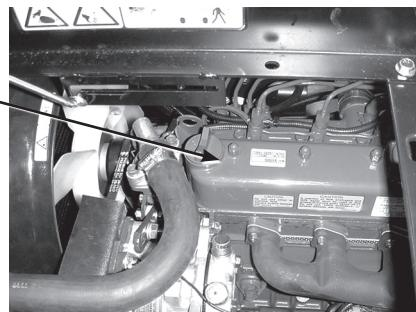

図3
5. 油量が少なければ、バルブ・カバーの上についている補給口(図3)を開け、ディップスティックのFullマークまでオイルを補給する。